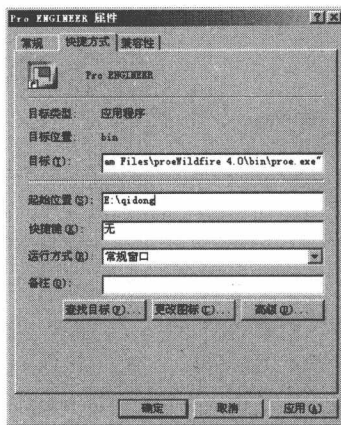

图 1-20 设置启动文件夹
(3) 弹出【Pro ENGINEER 属性】对话框，在【起始位置】编辑框中输入起始文件夹的路径，如：“E: \qidong”，点击 **确定** 按钮，完成设置，如图 1-20 所示。